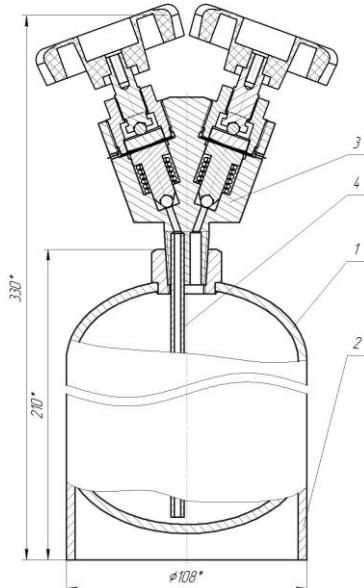

Рис.1 Баллон постоянного давления с сифонным устройством: 1 – баллон постоянного давления; 2 – башмак; 3 – клапан ВС-16Д; 4 – сифонная трубка.
4.1. Баллон постоянного давления с сифонным устройством (Рис. 1) представляют собой сосуд из нержавеющей стали (Поз.1), стойкой к коррозийному воздействию веществ с горловиной для присоединения клапана ВС-16Д (Поз.3) с сифонной трубкой (Поз.4).